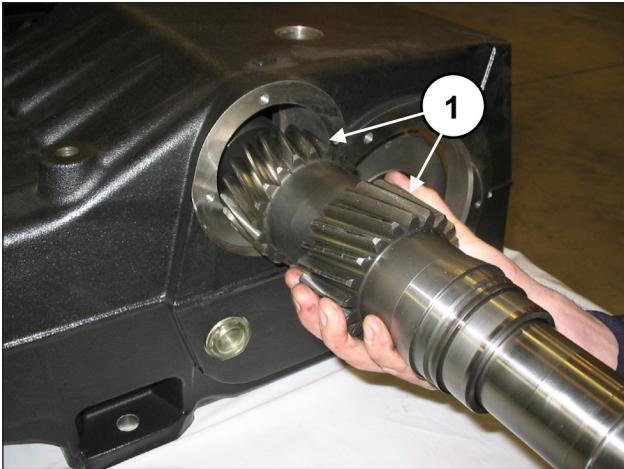

Рис. 55
Вставьте предварительно собранный вал ВОМ внутрь картера (поз. ①, Рис. 55) со стороны, противоположной той, с которой были ранее установлены внешнее кольцо подшипника и смазочная втулка подшипников.
Вал ВОМ нужно вставить в картер таким образом, чтобы зубья были повернуты так, как показано на Рис. 55.